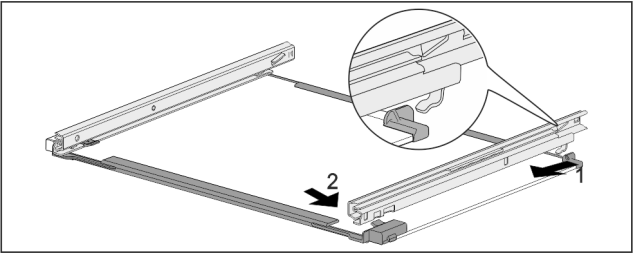

Fig. 180 带轨道的玻璃隔板
- 轨道后部钩入。 Fig. 180 (1)
- 轨道前部卡紧。 Fig. 180 (2)